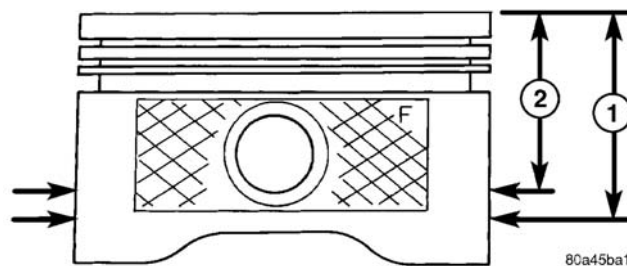
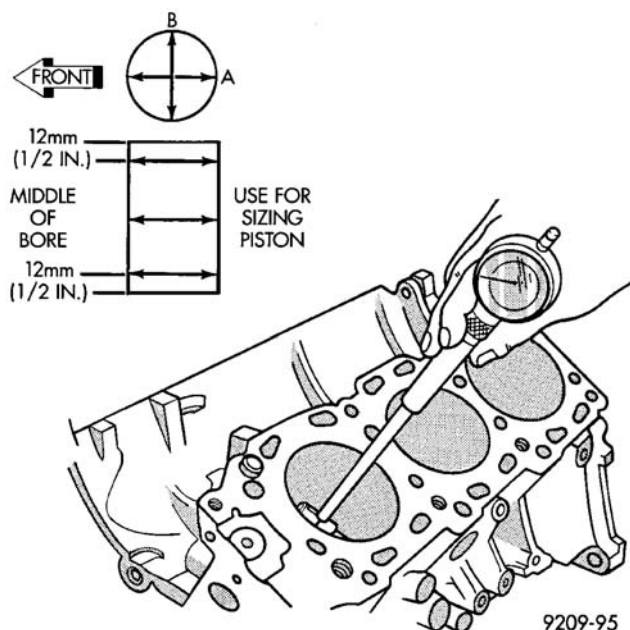

图 76 活塞测量位置
图 77 检查气缸内径尺寸
活塞与气缸壁必须保持清洁干燥。测量活塞内径时，应如（图 76）所示，在尺寸位置处与活塞销呈 90 度处测量。测量气缸内径时，应该在气缸内径一半的位置，以及发动机曲轴中心线横断处测量，如（图 77）所示。请参阅[发动机规格]（请参阅第 9 单元-发动机-规格）应该在正常室温，即 21°C (70°F) 的环境下测量活塞与气缸内径。
(3) 拆卸油环上侧轨（图 76）。
(4) 拆卸油环下侧轨（图 76）。
(5) 拆卸油环扩张器（图 76）。